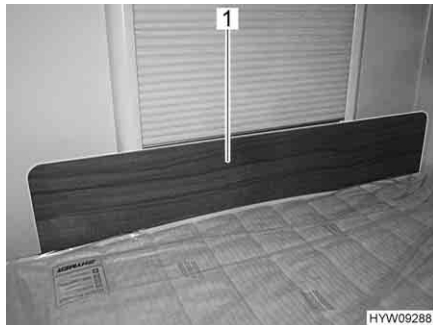

Fig. 76 Pannello di protezione/protezione anticaduta
- Inserire il pannello di protezione (Fig. 76,1) davanti alla finestra, tra il materasso e il telaio della finestra. L'effetto di serraggio del materasso mantiene il pannello di protezione in posizione, davanti al telaio della finestra.